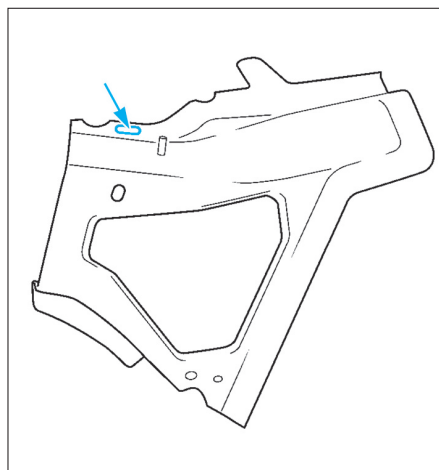

FIG. 18
- Effectuer un trou oblong de 6 x 20 mm (flèche) dans le renfort de joue d'aile avant (Fig.18).